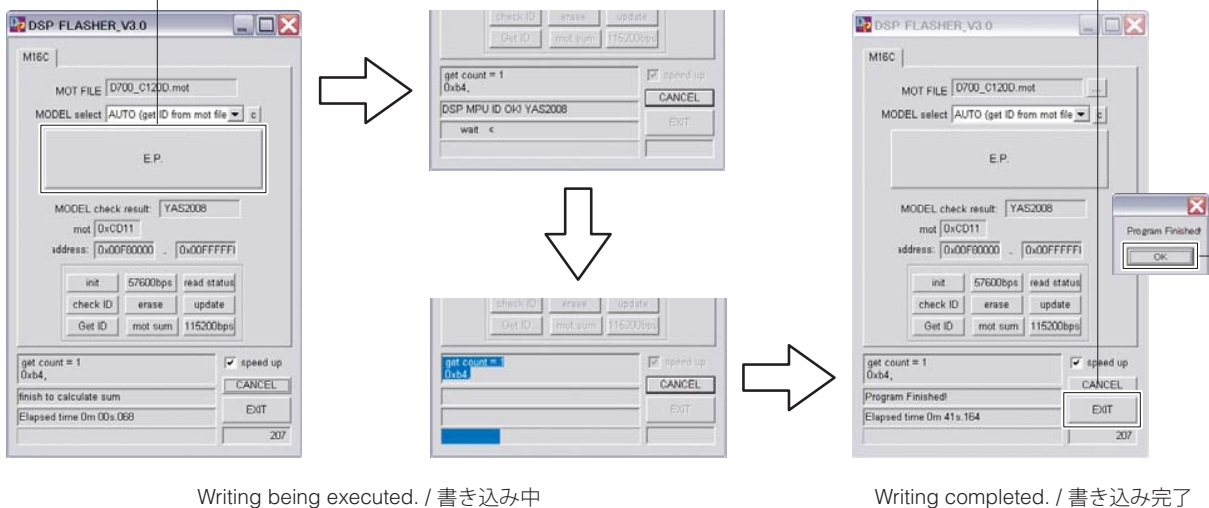

Fig. 3
| <p>3. Connect the power cable of this unit to the AC outlet.</p> <p>4. Click [E.P.] to start writing. (Fig. 3)</p> | <p>3. 本機の電源コードを AC コンセントに接続します。</p> <p>4. [E.P.] をクリックして書き込みを開始します。(Fig. 3)</p> |
| <p>5. When writing of the firmware is completed, "Program Finished!" is displayed. (Fig. 3)
Click [OK]. (Fig. 3)</p> | <p>5. ファームウェアの書き込みが完了すると、"Program Finished!" が表示されます。(Fig. 3)
[OK] をクリックします。(Fig. 3)</p> |
| <p>6. Click [EXIT] to end DSP_FLASHER_v3.0.exe. (Fig. 3)</p> | <p>6. [EXIT] をクリックして DSP_FLASHER_v3.0.exe を終了します。(Fig. 3)</p> |
6. When writing of the firmware is completed, "Vx61 DSP Flash finished!" is displayed. (Fig. 3)
6. ファームウェアの書き込みが完了すると、「Vx61 DSP Flash finished!」が表示されます。(Fig. 3)